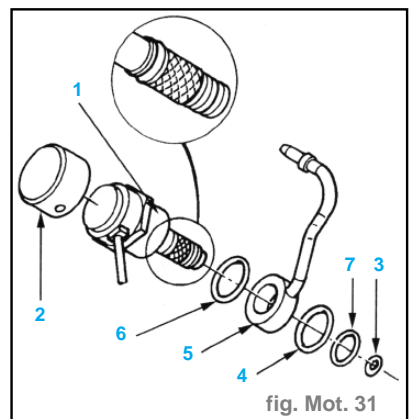

fig. Mot. 31
- Impératif :** Retirer le petit filtre tamis (3) placé au fond du puits à l'aide d'une paire de pinces à becs fins, le remplacer par un filtre tamis neuf. (fig. Mot. 31)
- Replacer dans l'ordre le joint (4) du raccord «banjo» de retour (5) ; l'actuateur neuf (1) muni du tamis extérieur, ainsi que les deux joints (6) et (7). (fig. Mot. 31)